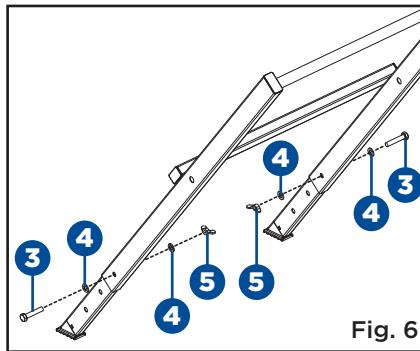

Fig. 6
- Alignez les trous sur l'assemblage du socle inférieur et sur l'assemblage du socle extérieur, insérez le boulon hexagonal M8 x 40 mm (3) dans la grosse rondelle plate 8 (4), le trou, la grosse rondelle plate 8 (4) et écrou à oreilles (5), et serrez écrou à oreilles (5). (Fig. 6)